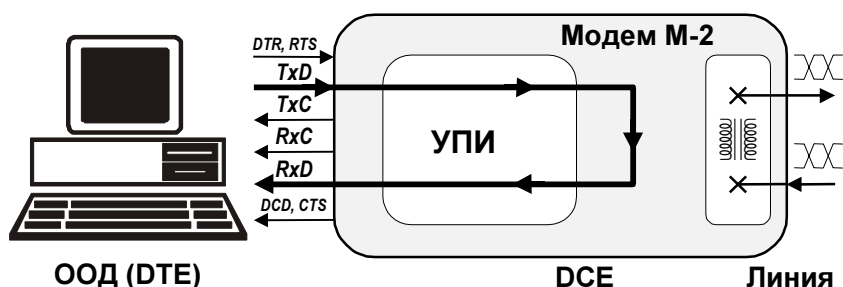

Рис. 12. Тестовый режим *Местный шлейф (LL)*.
Работу модема в режиме *Местный шлейф (LL)* иллюстрирует Рис. 12. Данные, поступающие в модем из ООД (DTE) через УПИ, проходят через основные узлы модема (см. Рис. 4) и возвращаются в ООД (DTE). На время проверки модем автоматически отключается от физической линии.